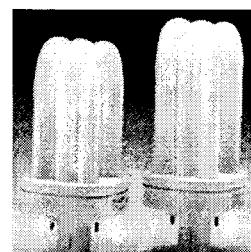

Figura 4.39 - PL-T.
- **TL 5, da PHILIPS**, é a grande inovação mundial (fabricada em 1996) em iluminação fluorescente, combinando dimensões reduzidas (16 mm de diâmetro) com alta eficiência. Funciona com o reator eletrônico HF-P (figura 4.39).